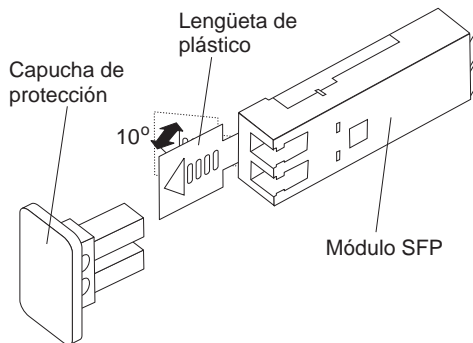

Figura 17. Desbloqueo del pestillo del módulo SFP
2. Desbloquee el pestillo del módulo SFP tirando de la lengüeta de plástico hacia fuera 10°, como se muestra en la Figura 17.